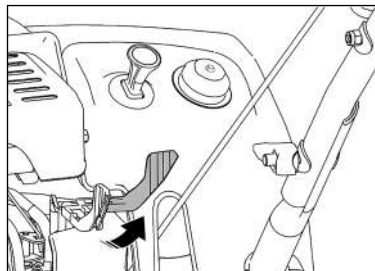

Рис. 10
4. Переведите рукоятку воздушной заслонки в положение «Закрыто» (рис. 10).